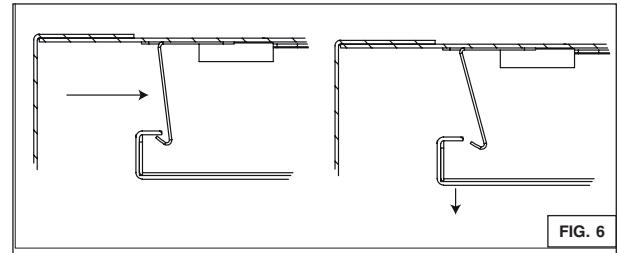

FIG. 6
1. Presionar las lengüetas de fijación (2) en los extremos del panel. Ver la FIG. 6.
De ser necesario, volver a instalar los filtros de malla y el panel central (ver la FIG. 7). Asegúrese de que las lengüetas de fijación estén en su lugar una vez la instalación terminada (ver la FIG. 6).